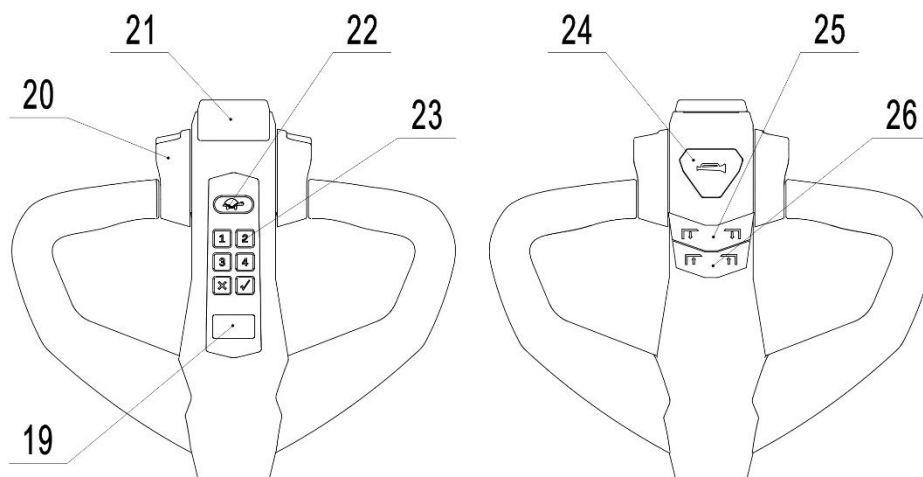
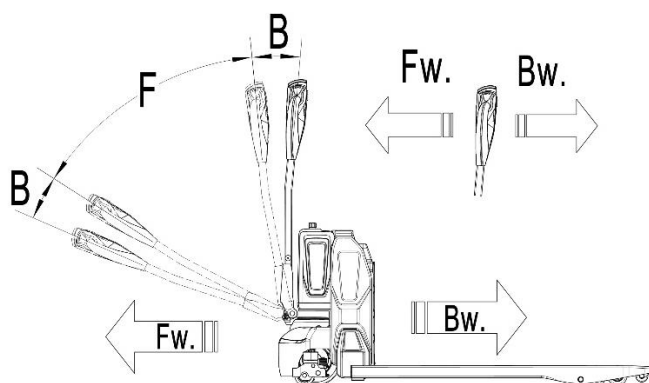

Рис.6: Рукоятка управления
Рис. 8: Направление движения
Запуск тележки можно провести двумя способами: вручную введя код доступа на ПИН-панели (рис. 6, поз. 23) и нажав кнопку «√», или с помощью карты доступа (ID карта) (PSE20N Pro).
Разместите тележку с полностью опущенными вилами под паллетом. Нажмите кнопку подъема (рис. 6, поз. 25), до тех пор, пока не будет достигнута требуемая высота подъема.
Опускание груза производится путем нажатия клавиши спуска (рис. 6, поз. 26). Полностью опустите вилы, убедитесь в отсутствии препятствий позади тележки и аккуратно откатите тележку из-под груза.
ПЕРЕВОЗИТЕ ГРУЗ ПО НАКЛОННОЙ ПОВЕРХНОСТИ, РАСПОЛОЖИВ ГРУЗ В СТОРОНУ ПОДЪЕМА (РИС. 8).
После запуска тележки вводом кода или картой доступа переведите рукоятку в рабочее положение («F», рис. 8)
Отклоните маховики управления в нужном направлении «вперед» («Fw», рис. 8) или «назад» («Bw», рис. 8). Контролируйте скорость передвижения с помощью лепестков маховика (рис. 6, поз. 20) для достижения требуемой скорости.
Нажмите на кнопку замедленного хода с пиктограммой «черепахи» (рис. 6, поз. 22) для перевода тележки в режим перемещения на малой скорости. Повторное нажатие на клавишу вернет тележку в стандартный режим. Нажмите и удерживайте клавишу в течение 2-х секунд для включения режима работы тележки с рукояткой, расположенной в вертикальном положении в условиях узкого пространства.
- Переключение лепестков управления (рис. 6, поз. 20) обратно в начальное положение или освобождение лепестков активирует систему торможения. Тележка тормозит до полной остановки.
- При переключении лепестков управления (рис. 6, поз. 20) из положения «движение в одном направлении» в положение «движение в противоположном направлении», тележка постепенно тормозит, пока не начнет движение в противоположном направлении.
Кнопка противоотката (рис. 6, поз. 21) защищает оператора от получения повреждений и травм. При нажатии этой кнопки тележка тормозит и/или начинает движение в противоположном направлении («Вw») на небольшое расстояние и останавливается. Необходимо помнить, что эта кнопка действует, даже если тележка не едет, но рукоятка управления находится в рабочем положении.